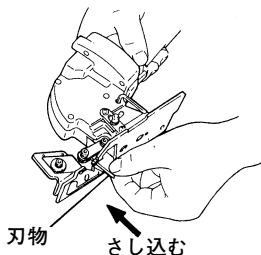

図 19
- (2) 刃物をロッド下方よりこの溝にさし込みます。(図19)